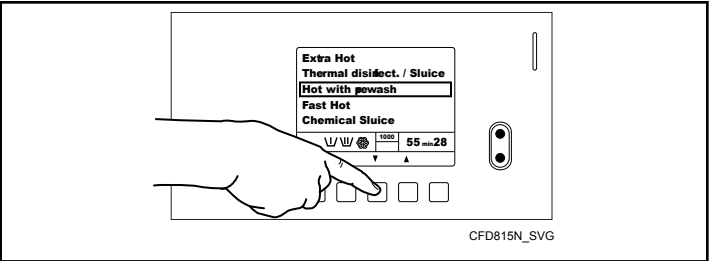

图 15
5. 选择周期，请按 Up (上) 与 Down (下) 键。参见图 15。所选周期将会被显示出来。